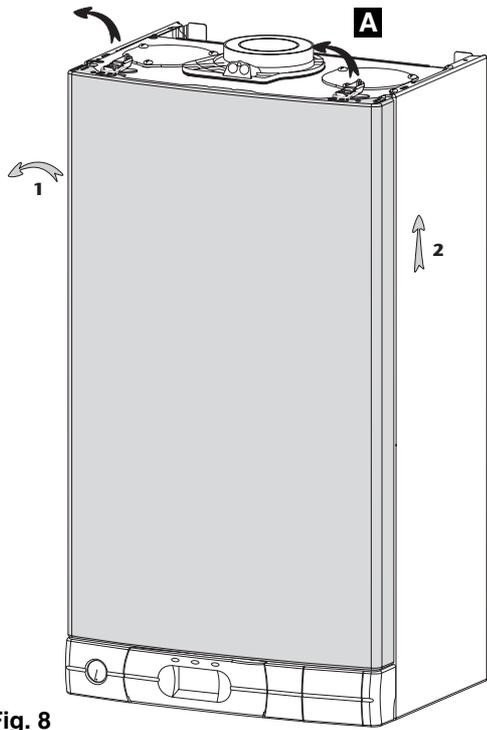

Fig. 8
- dévisser la vis **A** de fixation de la façade (fig. 8)